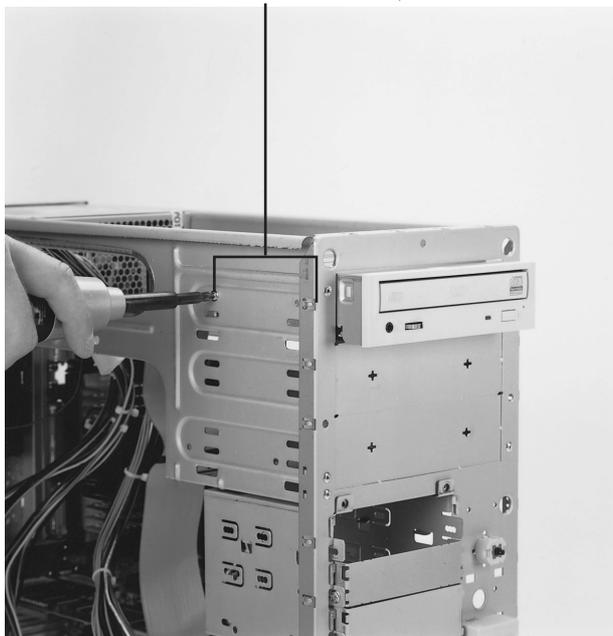

Рис. 24.22. Закрепление накопителя в корпусе с помощью винтов
3. Теперь прикрутите винтами (чаще всего четырьмя) накопитель к корпусу (рис. 24.22).